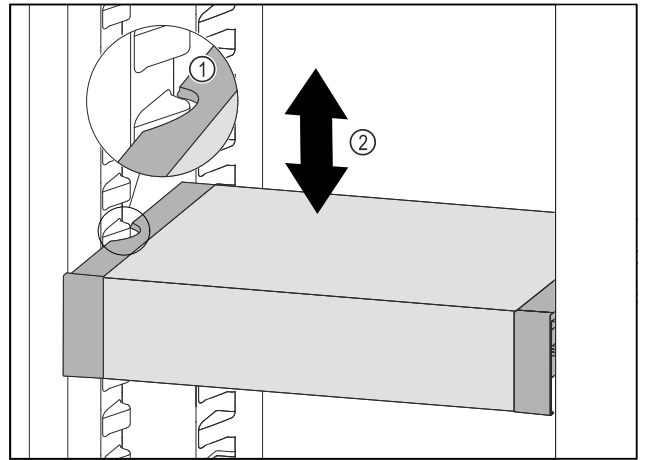

Fig. 79
- ▶ VarioSafe w chłodziarce przesunąć w górę lub w dół, aż zostanie osiągnięta żądana wysokość. Fig. 79 (2)